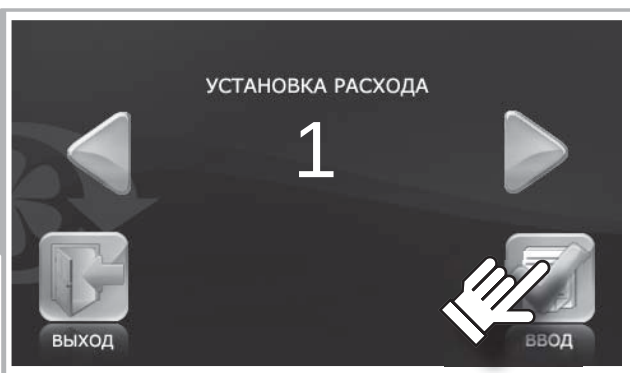

Рис. 9. Установка расхода
- установите необходимую скорость кнопками  и  (рис. 9);
- затем нажмите кнопку **ВВОД**  (рис. 9);